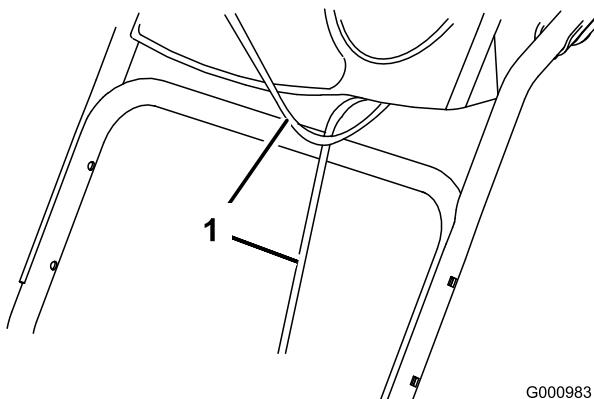

Figura 4
1. Sollevate il gruppo stegola superiore, giratelo e posizionate lo sopra la stegola inferiore (Figura 4).